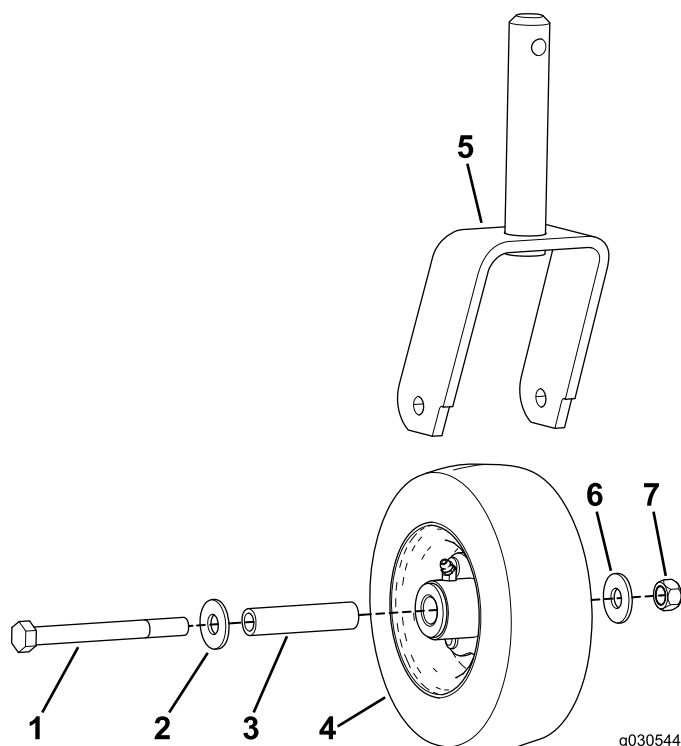

図 10
1. キャスタフォークにキャスタホイールを取り付けるボルト1/2 x 5インチ、平ワッシャ、スパナ、ロックナットを使用する 図 10。